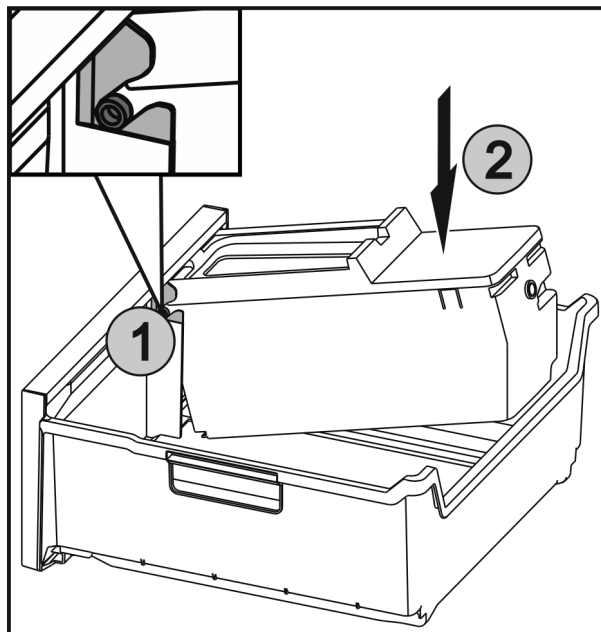

Fig. 42
- ▶ Insérer les axes *Fig. 42 (1)* sur l'EasyTwist-Ice dans les guides et appuyer sur le côté arrière *Fig. 42 (2)* jusqu'à ce que la languette s'enclenche.